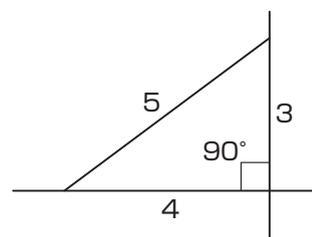

図1-2 直角出し寸法
- ① 「5 基本寸法」を参照して本体の取付位置およびフロアの高さを決めてください。
- ② 前面・両側面に丁張を組んでください。
- ③ 躯体に柱寸法の印をつけ、図1-2の方法で直角をだし、束柱の位置を出してください。
- ④ 束柱の位置から、両側の柱位置を決めてください。
- 各コーナーの直角を定規、図1-2の方法等で割り出してください。